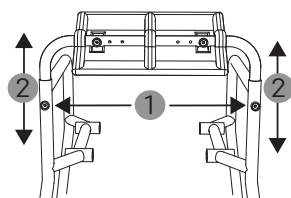

fig. 9
1. For at indstille højden på ryglænet løsnes de riflede fingerskruer på sidedelene, og skruerne fjernes (1, fig. 9).
2. Ryglænet kan højdeindstilles vha. de tre borehuller (410/435/460 mm). Det gøres ved at trække ryglænet op i begge sider samtidigt (2, fig. 9).